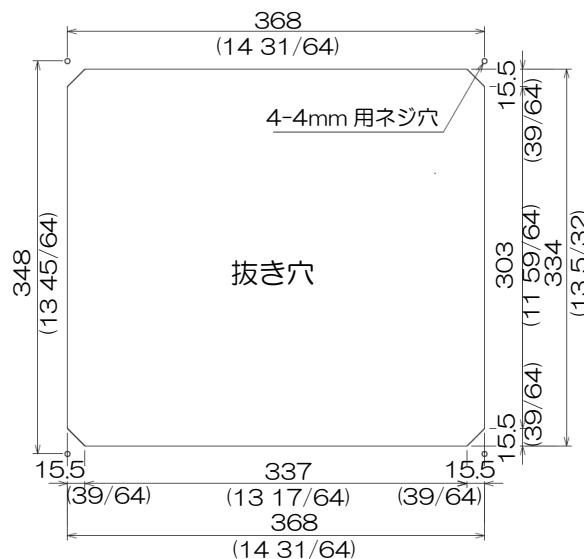

図 1.5 表示機のフラッシュマウント取付穴加工図
- (1) 設置場所に角穴をあけます。(図 1.5 参照)
- (2) 表示機前枠の四隅にあるプラスチック製のコーナーキャップを外します。(上に引き抜くと簡単に外れます)
- (3) 本体と角穴が合うか、ハメ合わせを確認します。不具合があれば角穴を修正します。
- (4) 電源用と送受波器用のコネクターを、それぞれ本体に接続します。
- (5) 表示機を設置する場所（角穴）にはめ込み、4mm のタッピングネジ（または M4 なべ小ネジ）4 本で固定します。(4mm ネジは取り付け部の厚さに応じたネジを手配してください。)
- (6) (2)項で外したコーナーキャップを差し込みます。